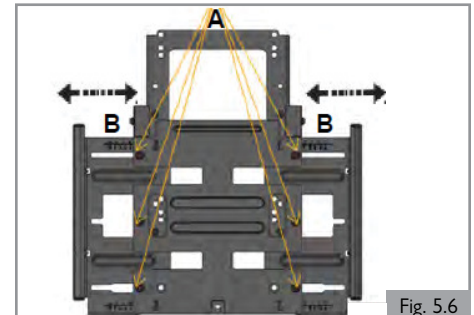
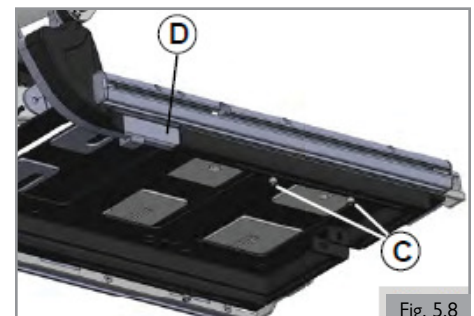

Fig. 5.6
Fig. 5.8
Largeur de la plaque d'assise (Fig. 5.6 - Fig. 5.8)
1. Desserrez (A) et (F) d'un tour.
2. Ajustez (B) à la position désirée. (Fig. 5.6)
3. Resserrez (A) et (F). Les couples de serrage sont indiqués à la section 9.